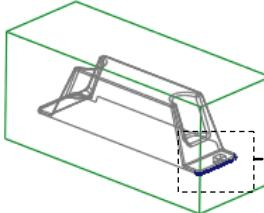
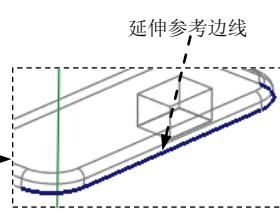

图 12.15 选取延伸参考边线
图 12.16 选取延伸的终止面
- (1) 按住 Shift 键, 选取图 12.15 所示的边线为延伸参考边线。
- (2) 单击 **分型面** 功能选项卡 **编辑** ▾ 区域的 **延伸** 按钮, 此时出现 **延伸** 操控板。
- (3) 选取延伸的终止面。
- ① 在操控板中按下 按钮 (延伸类型为至平面)。坯料取消遮蔽。
- ② 在系统的提示下, 选取图 12.16 所示的坯料的表面为延伸的终止面。
- ③ 单击 按钮, 完成延伸曲面 2 的创建。